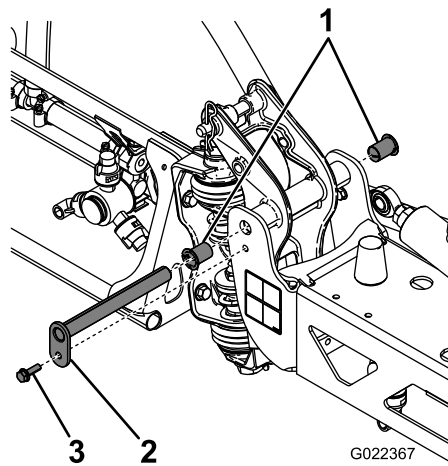

Figura 62
3. Cu greutatea braului susținută, îndepărtați urubul și piulia care fixează fusul de basculare la ansamblul braului (Figura 62).
4. Îndepărtați urubul și piulia care fixează fusul de basculare și îndepărtați fusul (Figura 62).
6. Îndepărtați și verificați bucele din nailon de la părțile din față și din spate ale suportului pivotant (Figura 62).
7. Lubrifiazi cu puțin ulei bucele din nailon i monta-le în suportul pivotant (Figura 62).
8. Montați ansamblul braului i suportului pivotant la cadrul central, aliniind orificiile (Figura 62).